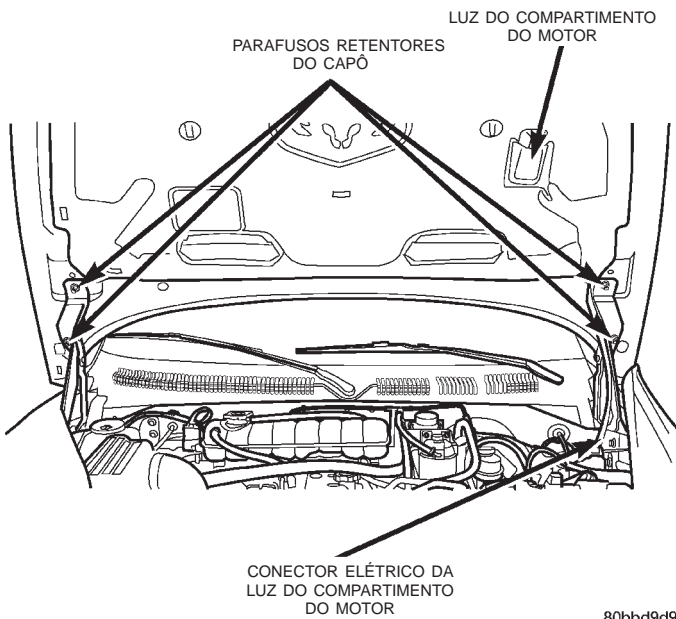
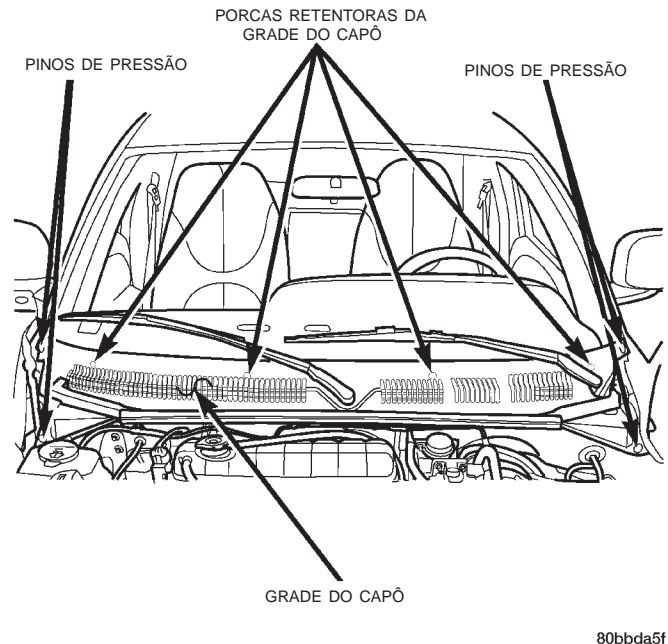

Fig. 12 Orientação e Posição do Capô
Fig. 13 Orientação e Posição da Grade do Capô
- (1) Desconecte os cabos positivo e negativo da bateria.
- (2) Recupere o refrigerante do sistema de refrigeração. Consulte o Grupo 24, "Aquecimento e Ar-Condicionado", para obter o procedimento.
- (3) Desligue o conector elétrico da luz do compartimento do motor (Fig. 12).
(4) Com a ajuda de um assistente, retire os 4 parafusos de retenção do capô (Fig. 12) e remova o conjunto do capô.
(5) Remova do veículo os dois braços do limpador. Consulte o Grupo 8K, "Sistemas do Limpador e Lavador do Para-brisa", para obter o procedimento.
(6) Desconecte a mangueira de respiro da mangueira de admissão de ar.
(7) Desconecte a mangueira de admissão de ar do filtro de ar e remova o conjunto do filtro de ar.
(8) Levante o veículo no elevador.
(9) Remova a proteção contra borrifos dianteira inferior.
(10) Drene o sistema de arrefecimento. Consulte o Grupo 7, "Sistema de Arrefecimento", quanto aos procedimentos.
(11) Remova do conjunto do motor a mangueira inferior do radiador.
(12) Remova os 2 parafusos de retenção inferiores do defletor de ar da ventoinha.
(13) Retire do compressor os dois parafusos de retenção da linha de refrigeração e remova as linhas, cobrindo as aberturas.
(14) Abaixar o veículo do elevador.
(15) Remova a grade do capô (Fig. 13). Consulte o Grupo 23, "Carroceria", para obter o procedimento.